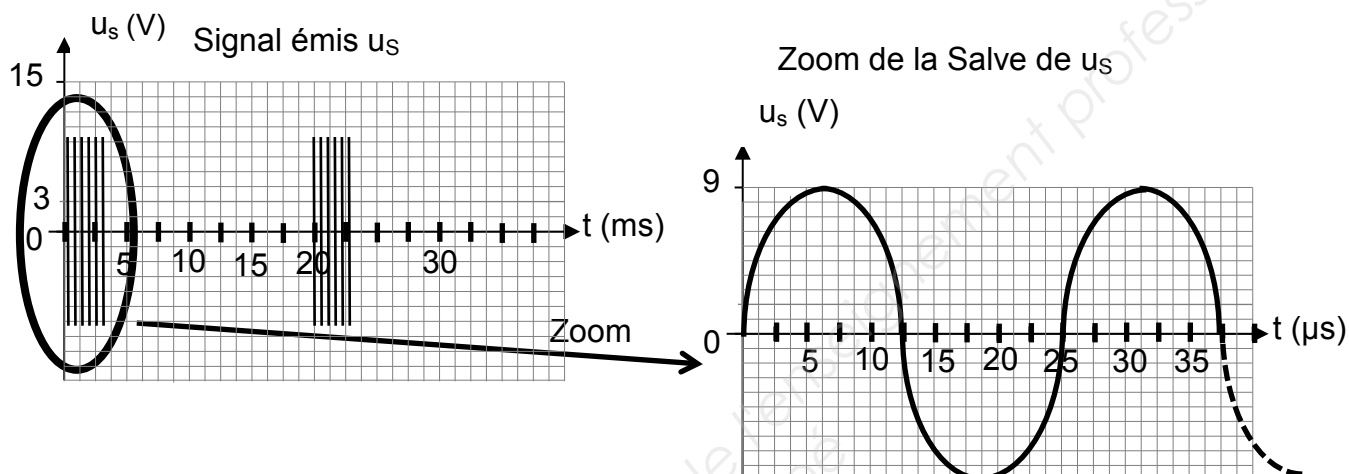
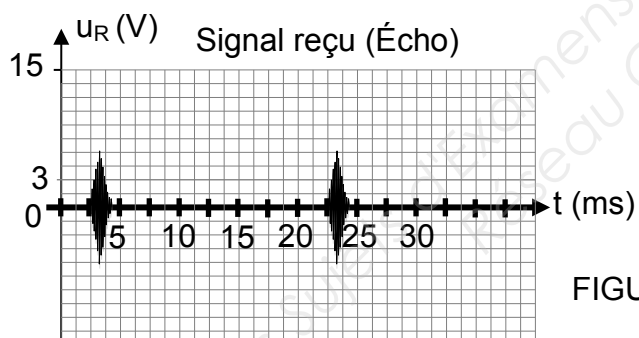

FIGURE 4
FIGURE 5
La détermination d'une distance par la méthode de l'écho est très simple à utiliser. Un premier signal u_s de fréquence f_e est émis et constitué d'une salve de 6 trames sinusoïdales d'ondes ultrasonores (FIGURE 4). La fréquence des ondes est notée f_{us} . Le signal u_s est alors réfléchi par un obstacle. Le signal de retour u_R , appelé écho, est obtenu avec un certain retard correspondant au temps mis par le signal pour réaliser un aller-retour (FIGURE 5).
A.2.1 Déterminer la période T_{US} du signal ultrasonore u_s constituant la salve FIGURE 4.